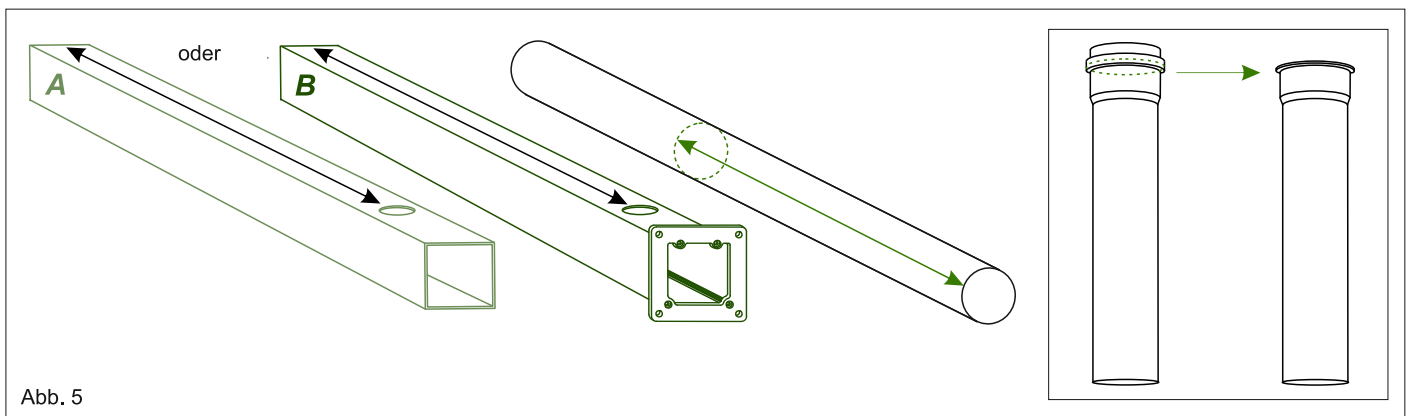

Abb. 5
4. 3. Beim oberen HT- Rohr soll die Nut, die Für Dichtgummi vorgesehen ist, weggeschnitten werden. Bitte beachten Sie dabei, dass die breite Kante des HT-Rohrs noch verbleiben soll, damit das HT-Rohr nicht durch die von Ihnen vorgefertigte Bohrung in der Rinne durchfallen kann. Siehe Abb. 5.